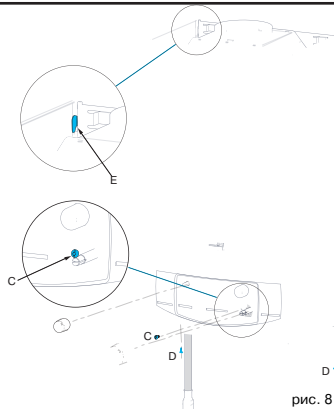

рис. 8
- Отверните винт **C** крепления декоративной панели (находится под рукояткой регулятора температуры) (рис. 8)
- Отверните 2 винта **D** крепления передней панели (рис. 8)
- Приложите переднюю панель к аппарату (рис. 8)